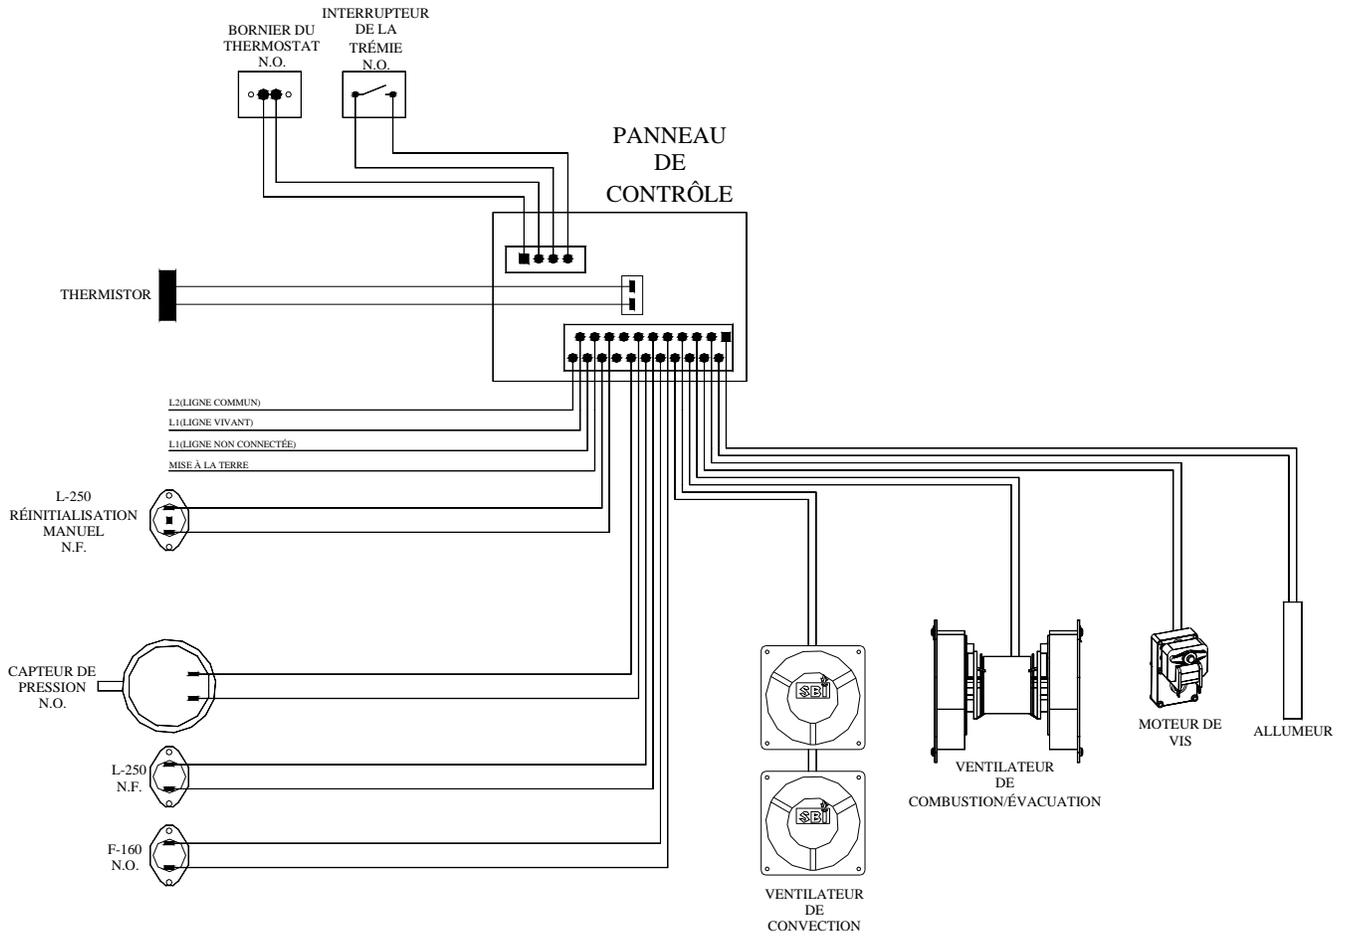

FIGURE 26
1) un mauvais combustible 2) une mauvaise opération ou un entretien inadéquat 3) une mauvaise installation 4) une composante défectueuse 5) un défaut de fabrication. Vous pouvez normalement régler les problèmes reliés aux causes 1 et 2. Votre détaillant peut régler les problèmes reliés aux causes 3, 4 et 5. Consultez les figures 26 à 28 afin d'identifier les différentes pièces de votre poêle.